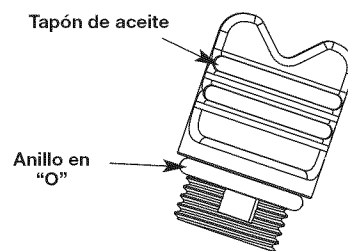

Fig. 8
3. Saque el tapón de aceite del cigüeñal (Fig. 8).